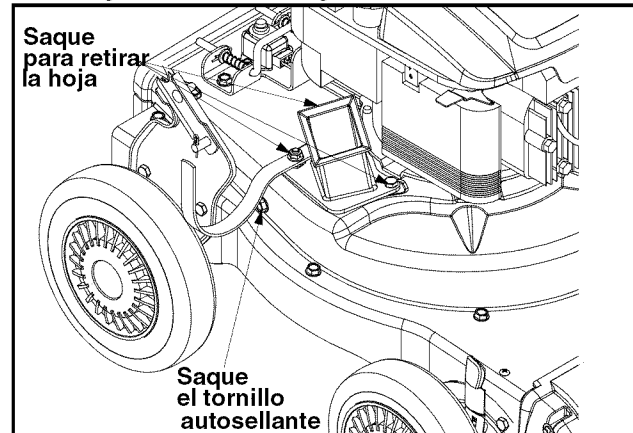

Figura 18
- Saque el tornillo autosellante del lado derecho de la unidad que se une a la pantalla de desgranado. Vea la Figura 18.
- Ajuste los tres pernos que sostienen la ménsula del gancho de la manguera y el canal de la cortadora a la caja superior. Vea la Figura 18.